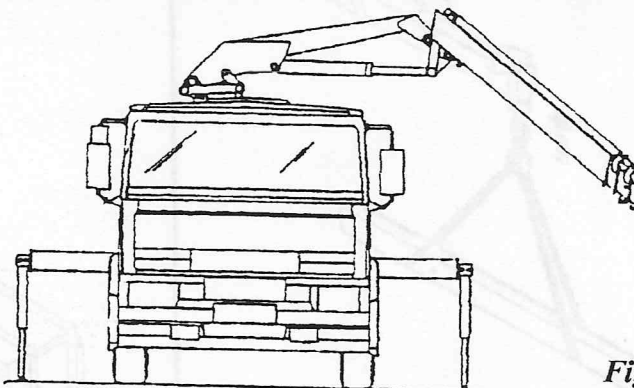

Fig.1
- 1) Sling the extension and lift it with the crane (fig.1).
- 1) Configurare la gru come in Fig. 1
- 1) Configure the crane as in Fig. 1
La gru può venir fornita di un posto di comando supplementare posizionato sulla parte alta della colonna (vedi fig. 1).